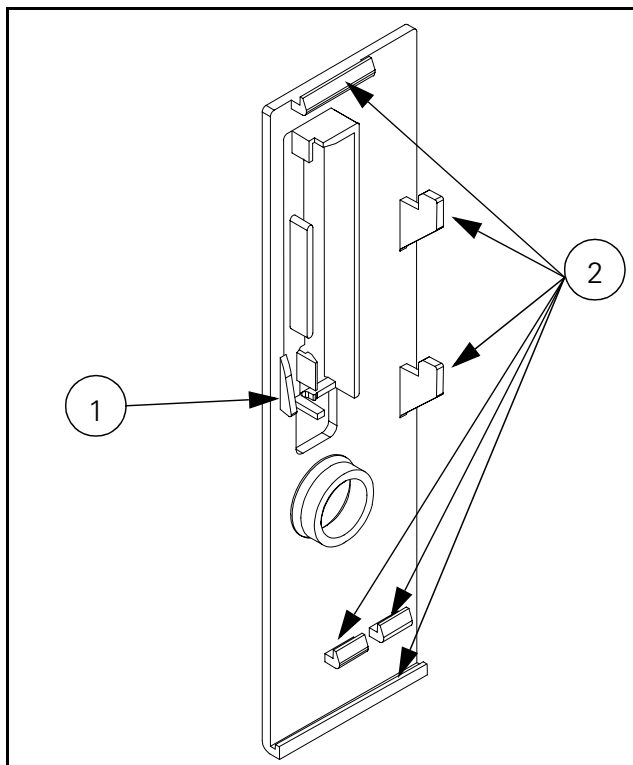
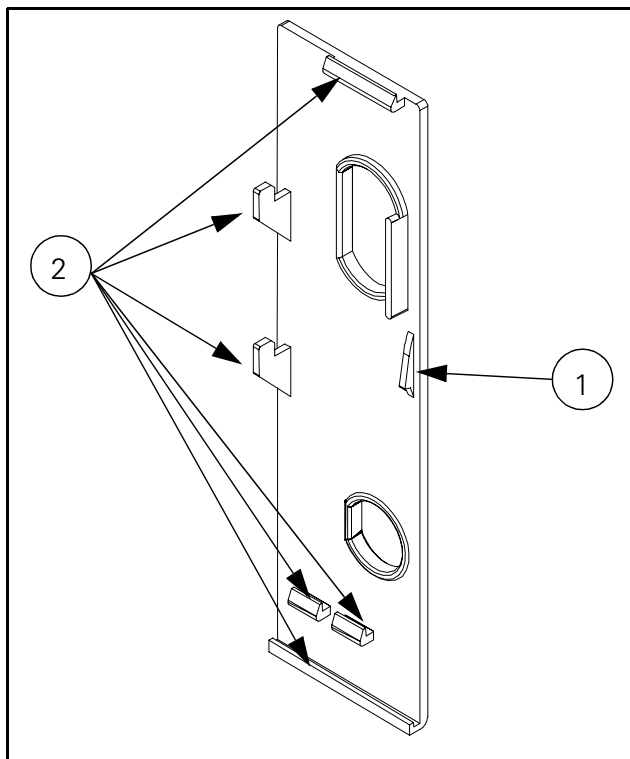

Abbildung 3-1 Innenseite der rechten Seitenplatte
Abbildung 3-2 Innenseite der linken Seitenplatte
Widerhaken und ein Schnappschloß (siehe Abbildung 3-1 und Abbildung 3-2) am Geräte rückseite befestigt.
Die rechte Seitenplatte ist über sechs Widerhaken ② und ein Schnappschloß ①, wie in Abbildung 3-1 auf Seite 45 dargestellt, am hinteren Teil des Gehäuses befestigt. Zum Abnehmen der Seitenplatte muß zunächst das Schnappschloß ausgeklickt und dann die Platte vorsichtig zur Monitorunterseite hin geschoben werden, um die Widerhaken zu lösen. Die Platte läßt sich dann leicht aus dem Gehäuse heben. Für das Abnehmen ist eine Speicherkarte erforderlich.